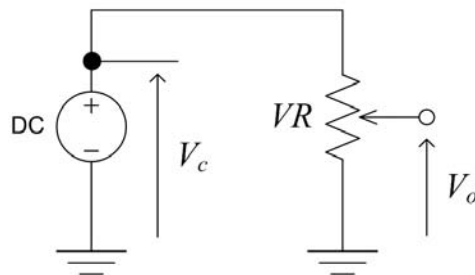

Fig.E2.11: ポテンシオメータ出力信号評価回路
- (a) データシートを参考にポテンシオメータの端子配置を確認し、Fig.E2.11を参考に電源端子および出力端子にはオシロスコープを接続する